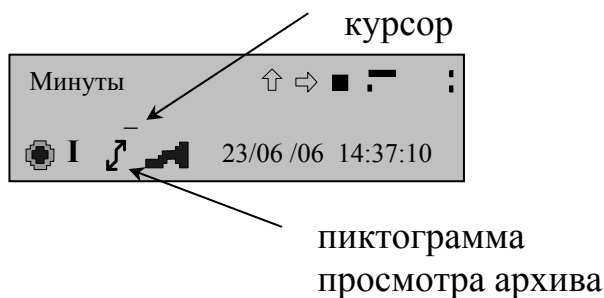

рисунок 8
- активизировать рабочее окно выбранного архива. Для этого необходимо сделать активной пиктограмму “Подтверждение”, нажать кнопку ПРОСМОТР (на индикаторе должна появиться пиктограмма режима просмотра архива, а в информационной строке – курсор) (рисунок 8);